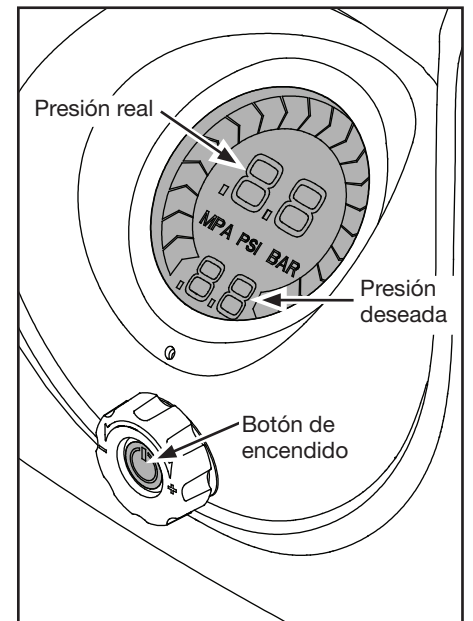

Figura 6 - Manómetro digital y Botón de encendido
5. Presione el botón de encendido (vea la Figura 6).
6. Cuando el artículo alcanza la firmeza deseada, presione el botón de encendido otra vez para parar el inflado (vea la Figura 6). Se puede leer entonces la presión actual en el manómetro digital.
5. Presione el botón de encendido (vea la Figura 6). La unidad se apaga automáticamente cuando se alcance la presión deseada.